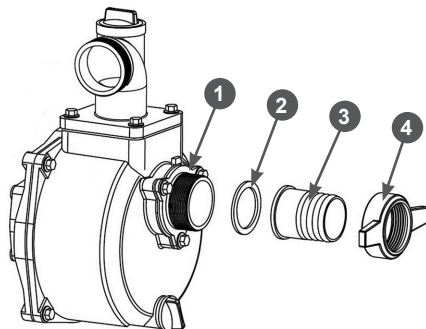

Рис. 10. Установка патрубка всасывающего рукава
- Установите патрубок 3 через уплотнительное кольцо 2 к впускному (всасывающему) фланцу 1 насоса и плотно затяните гайку 4 патрубка (Рис. 10).